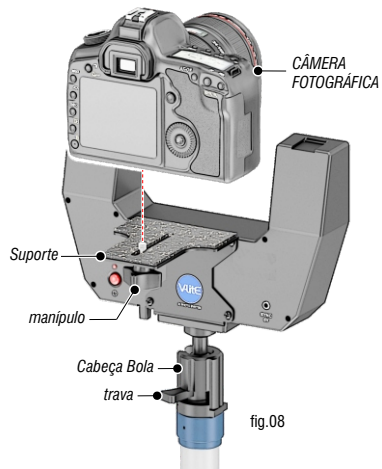

fig.08
- 1 - Com a *Cabeça Bola* travada, apoie a *CÂMERA FOTOGRÁFICA* no *Suporte* alinhando a rosca. Gire o *manipulo* no sentido *anti-horário* dando um leve aperto. (fig.08)